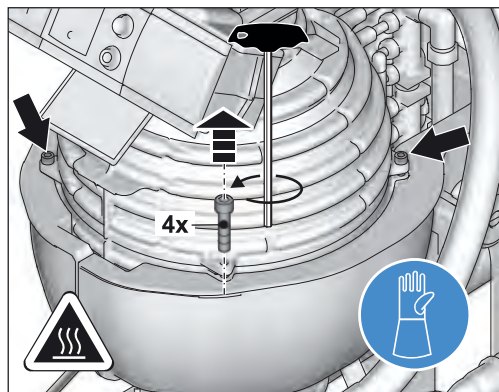

Fig. 9-11 Ouverture de la chambre de combustion
- ☐ Retirez les quatre vis à six pans creux M10 (fig. 9-11).